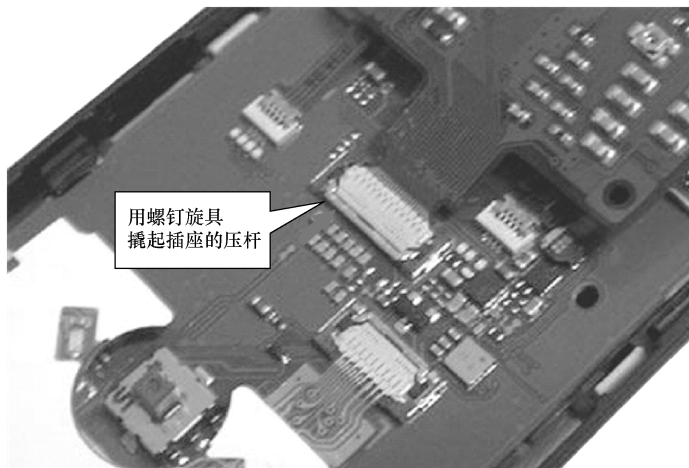

图 3-1 拆卸液晶屏操作示意图
- 1) 该手机的液晶屏采用压杆锁紧的方式, 更换时, 先用螺钉旋具将压杆轻轻撬起, 如图 3-1 所示。